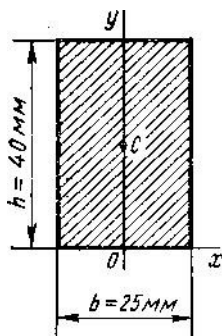

Рис.9
- 27 Чему равны статические моменты относительно осей x , y прямоугольного сечения, размеры которого показаны на рис. 9?